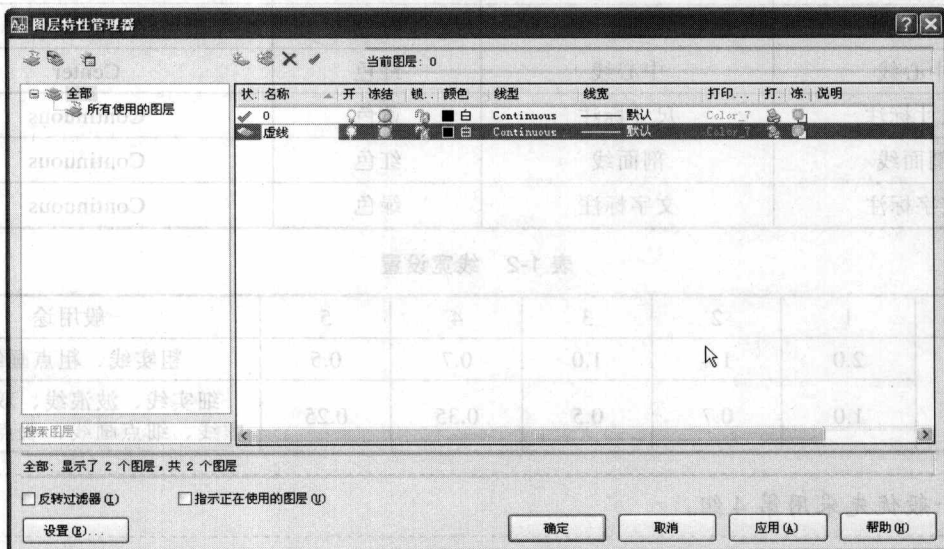
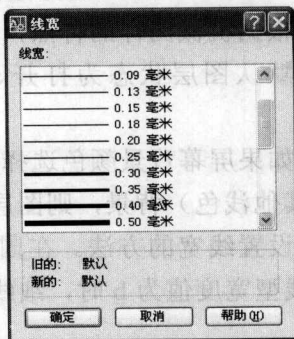

图 1-4 “图层特性管理器”对话框
图 1-9 “线宽”对话框
(1) 单击对话框中的  (新建图层) 按钮，AutoCAD 自动创建名为“图层 1”、颜色和线型分别为“白色”、Continuous (实线) 的新图层。如果要将“图层 1”改为“虚线”，可单击“图层 1”，然后输入“虚线”即可，结果如图 1-4 所示。
(2) 根据表 1-1，将“虚线”图层的绘图颜色改为黄色，单击图 1-4 中“虚线”行的“白色”项，AutoCAD 将打开如图 1-5 所示的“选择颜色”对话框。从中选择黄色后单击对话框中的“确定”按钮，完成颜色的设置。
(3) 根据表 1-1，将“虚线”图层的绘图线型更改为 Dashed 线型。单击图 1-4 中“虚线”行上的 Continuous 项，AutoCAD 将打开用于确定绘图线型的“选择线型”对话框，如图 1-6 所示。
(6) 根据表 1-2, 将“虚线”图层的绘图线宽更改为 0.35 毫米。单击图 1-4 中“虚线”行上的线宽项, AutoCAD 将打开用于确定绘图线宽的“线宽”对话框, 如图 1-9 所示。